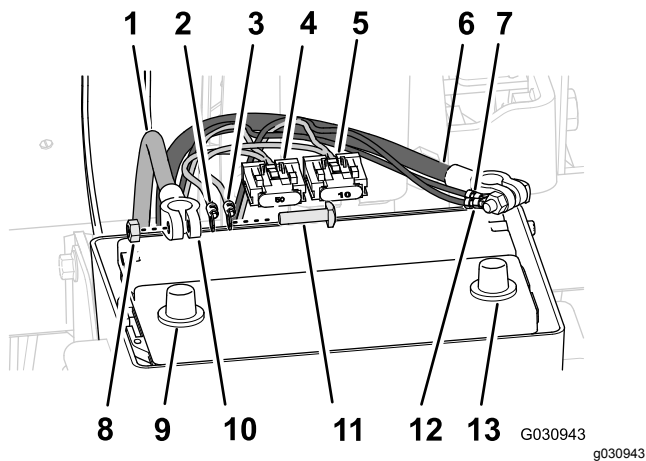

Figura 170
1. Disponete il terminale positivo (cavo rosso), il terminale negativo (cavo nero) e il portafusibili da 50 A del cablaggio preassemblato posteriore in alto tra la scatola della batteria e il telaio della macchina (Figura 170).
3. Rimuovete i bulloni a T e i dadi esagonali dai terminali dei cavi della batteria positivo e negativo (Figura 170).
4. Montate un bullone a T attraverso il terminale positivo (filo rosso) del cablaggio preassemblato posteriore, il terminale positivo del cablaggio elettrico di navigazione e il terminale del cavo positivo della batteria (Figura 170).
5. Fissate, senza serrarli, i terminali e il bullone a T con un dado esagonale (Figura 170).
6. Montate un bullone a T attraverso il terminale negativo (filo nero) del cablaggio preassemblato posteriore, il terminale negativo del cablaggio elettrico di navigazione e il terminale del cavo negativo della batteria (Figura 170).
7. Fissate, senza serrarli, i terminali e il bullone a T con un dado esagonale (Figura 170).